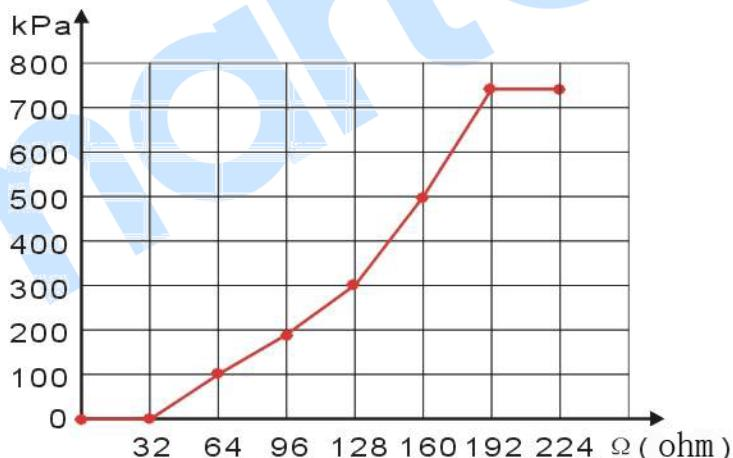

图7 曲线设置
- 可以将最前面的几个点或最后面的几个点纵坐标设成一样。如图 7 所示: